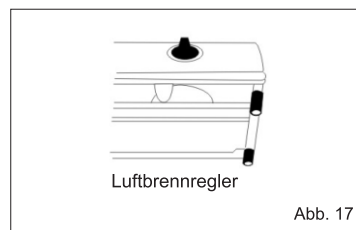

Abb. 17
- nachdem der Brenner angeschaltet ist, drehen Sie energetisch den Regulatorknopfen, bis eine blaue Flamme ershaint.(Abb. 17,18,19)